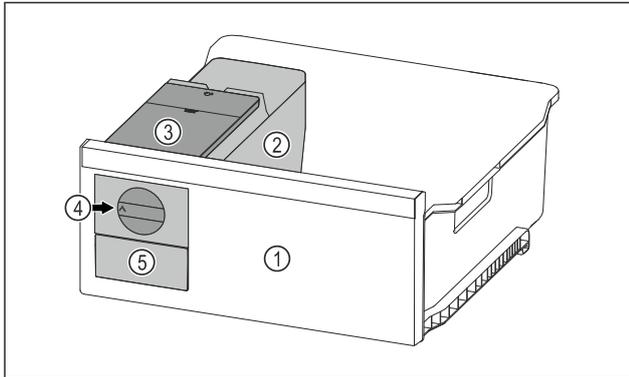

Fig. 106 Beispielhafte Darstellung
- ▶ Drehknopf Fig. 106 (4) im Uhrzeigersinn bis zum Anschlag drehen.
- ▷ Eiswürfel fallen aus der Eiswürfelschale in das Eiswürfelschubfach Fig. 106 (5).